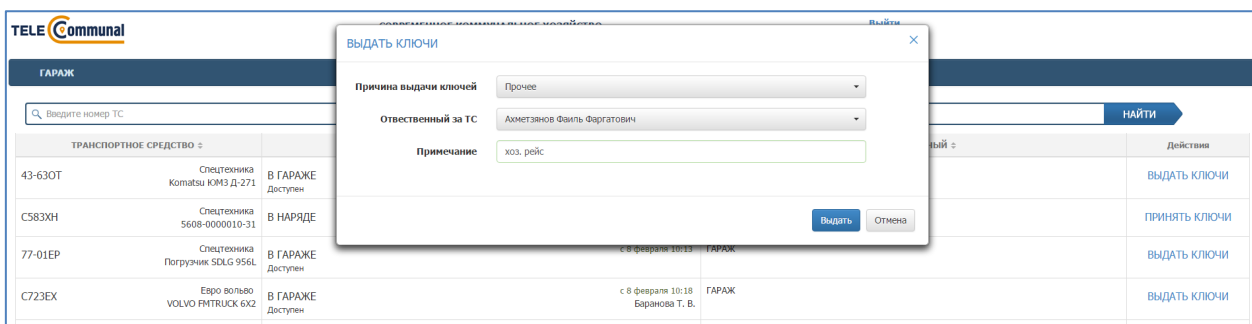

Рисунок 7. Форма выдачи ключей по причине «Прочие».
- При выборе причины «Прочее» нужно заполнить поля «Ответственный за ТС» (указав фамилию водителя, которому выдаются ключи) и «Примечание» (указав причину выдачи ключей). Затем нажать на кнопку  для сохранения введенных данных, либо  для закрытия данного окна (Рисунок 7).